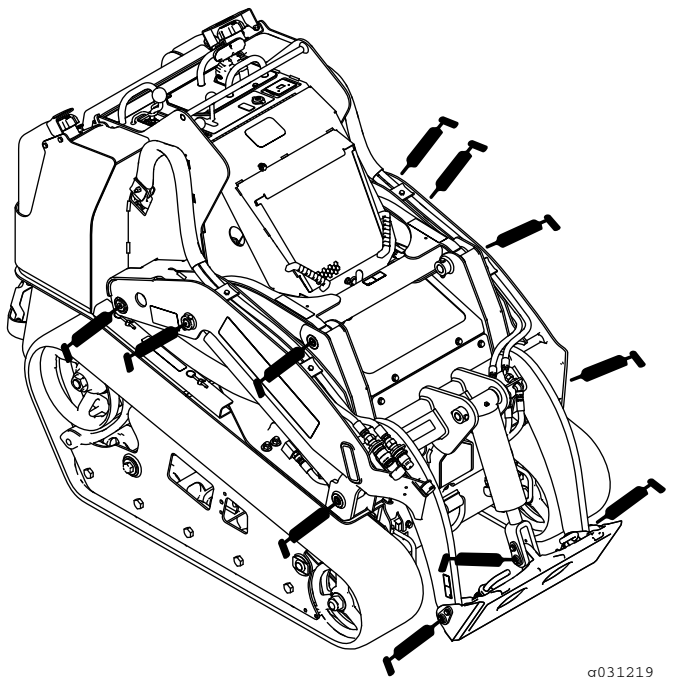
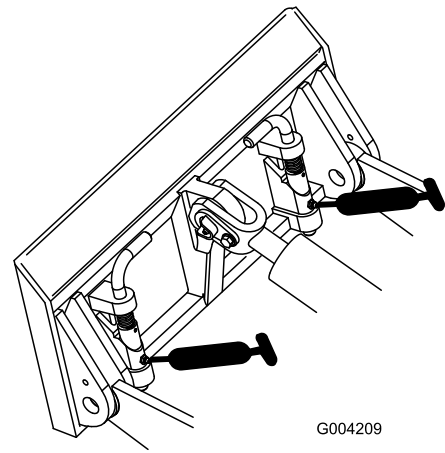
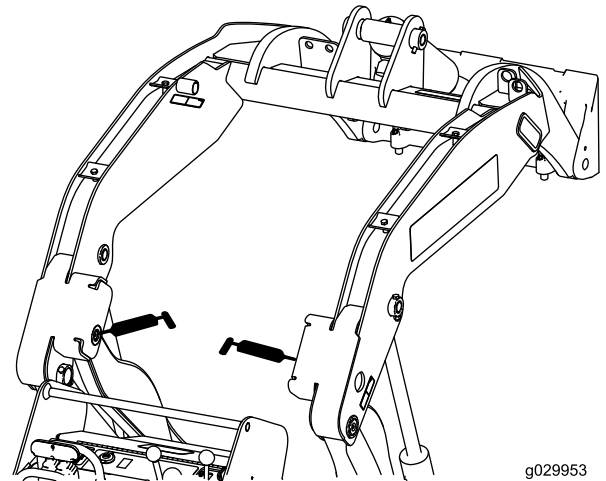

Bild 38
Bild 39
Bild 40
4. Setzen Sie eine Fettpresse an allen Nippeln an (Bild 38, Bild 39 und Bild 40).
Hinweis: Heben Sie die Hubarme an, bevor Sie die Schmiernippel in Bild 40 einfetten.